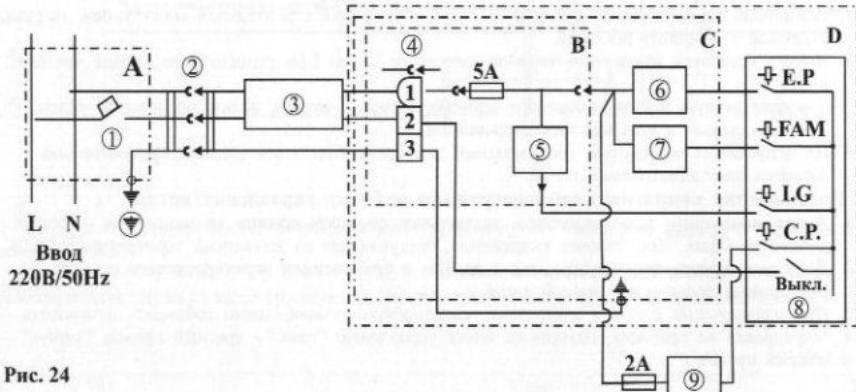
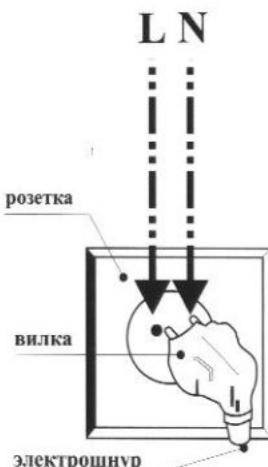

Рис. 24
Рис. 26
2. Подключение котла к электрической сети (Рис. 24).
- 2.1. Подключение котла к электрической сети отапливаемого объекта, как показано на схеме подключения котла к электросети (см. рис. 24 и рис. 26).
- 2.2. Электрическое оборудование котла должно питаться от одного источника электроэнергии и выключаться при помощи одного выключателя (см. рис. 24).
- 3.4. Подачу электропитания на котел выполняет электрический соединитель, состоящий из розеточной и вилочной частей, см. рис. 24 поз.2, и рис. 26. Включение/выключение электропитания автоматики котла выполняет выключатель на блоке управления. Однако, когда выключатель на блоке управления находится в положении "Выключено", электропитание продолжает обеспечивать работу узла безопасности котла. Котел считается обесточенным, когда вилка отключена от электросети.
6. Порядок включения котла в электророзетку (Рис. 26).
- 6.1. Коммутация проводов на электророзетке выполняется, как показано на рис. 26. Слева от лицевой стороны электророзетки к контактному винту подключается фазовый провод "L", справа к контактному винту подключается нулевой провод "N".
В комплекте котла поставляется электрошнур с электровилкой с зануляющим контактом с одной стороны и с разъемным соединением 3PIN (см. поз. 4 на "Схеме подключения котла к электрической сети", (рис. 24) через питающий провод соединяется со штифтом "L" электровилки (см. рис. 26). Штифт "L" электровилки соединяет с гнездом "L" электророзетки.